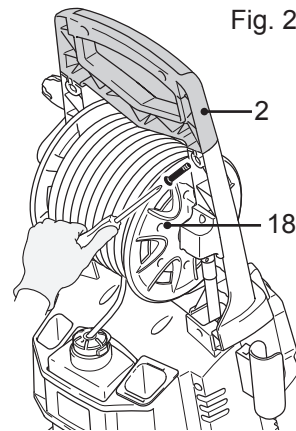

Fig. 2
2. Fije la empuñadura (2) al soporte del portamanguera (18) mediante dos tornillos (22). Apriete los tornillos utilizando un destornillador de estrella adecuado. (Fig. 2).